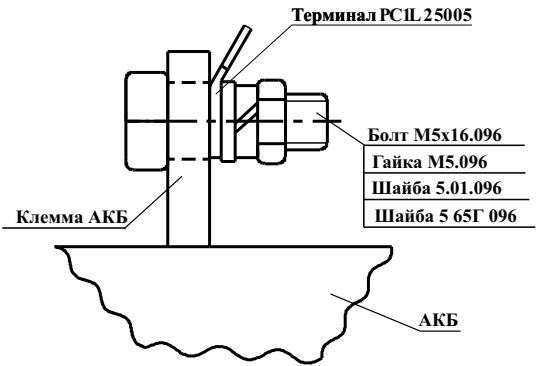

Рисунок 2
Подключение источника к АКБ 17 А·ч производится через терминал (рисунок 2), входящий в комплект поставки источника.
- 8.2 При отсутствии АКБ измерение напряжения на выводах для подключения АКБ (рисунок 2) является не корректным, его величина не регламентируется.